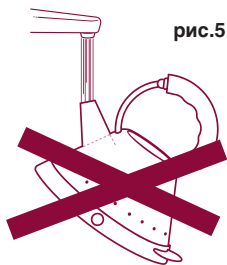

рис.5
- Не наливайте воду через носик (рис. 5).